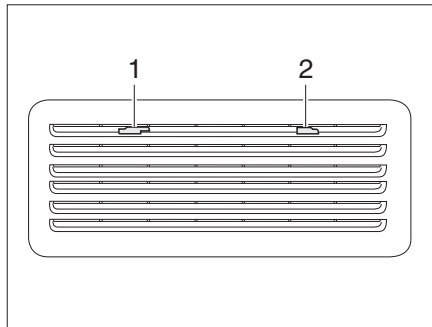
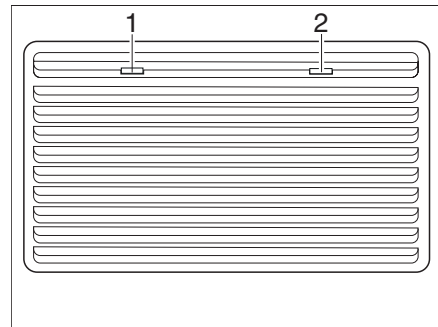

Bild 129 Kylskåpets ventilationsgaller (Thetford liten)
Bild 130 Kylskåpets ventilationsgaller (Thetford stor)
- Skjut spärrarna (Bild 129,1 och 2 resp. Bild 130,1 och 2) åt mitten.